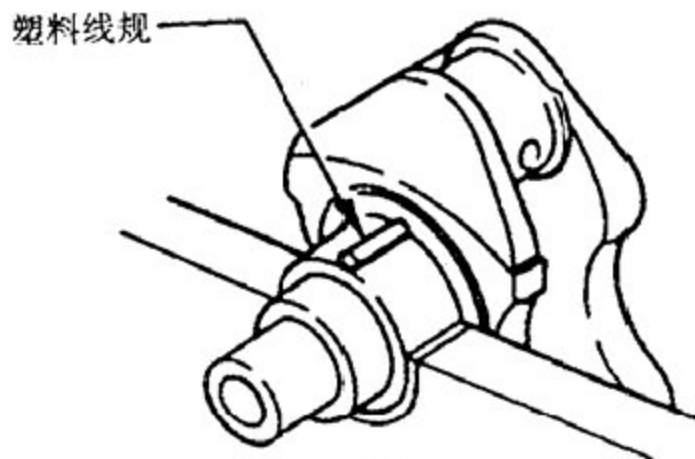

图 5-7
- C). 把塑料线规的长度切成与轴承宽度相匹配。然后沿轴颈的轴线方向将它放在轴颈上（见图 5-7）